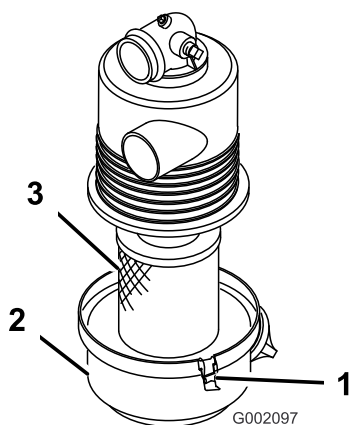

Рисунок 16
1. Проверьте корпус воздухоочистителя на отсутствие повреждений, которые могут вызвать утечку воздуха. Убедитесь в том, что крышка герметично установлена на корпусе воздухоочистителя (Рисунок 16).
2. Отпустите защелки, фиксирующие крышку воздушного фильтра на его корпусе (Рисунок 16).
3. Отделите крышку от корпуса и очистите внутреннюю поверхность крышки воздушного фильтра (Рисунок 16).
3. Вставьте элемент в корпус воздушного фильтра (Рисунок 16).
4. Совместите крышку воздухоочистителя с его корпусом (Рисунок 16).
5. Закрепите крышку на корпусе защелками (Рисунок 16).